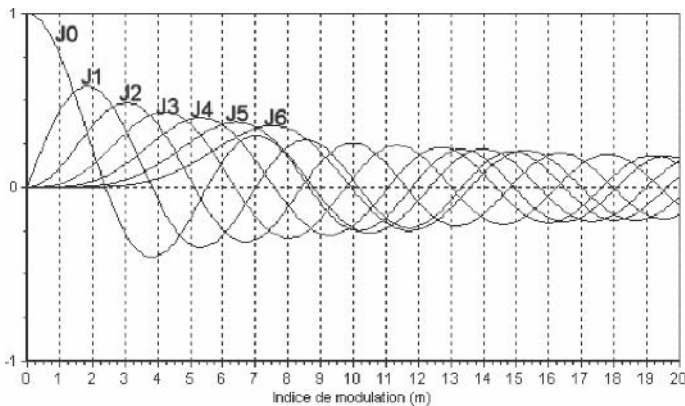

Figure 7.18
**Tentatoo** – Effectivement, il n'en est rien. En fonction de l'indice de modulation, et donc en fonction de la fréquence et de l'amplitude du signal modulant, telle ou telle raie ( $J_0$ ,  $J_1$ ,  $J_2$  et les autres) va avoir un niveau bien spécifique. Et c'est là que les choses deviennent intéressantes. On montre avec des formules mathématiques, et notamment grâce aux courbes de Bessel, que telle ou telle raie présente une amplitude minimale pour un indice de modulation donné. Vous pouvez par exemple voir, sur la **figure 7.18**, les valeurs d'indice de modulation ( $m$ ) pour lesquelles les porteuses  $J_0$  à  $J_6$  s'annulent.